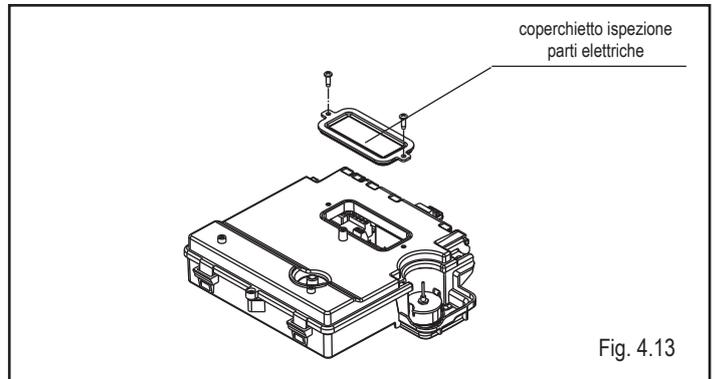

Fig. 4.13
- svitare le viti di fissaggio del coperchietto ispezioni parti elettriche (fig. 4.13) per accedere alla morsetteria
- rimuovere il coperchietto ispezione parti elettriche svitando le 2 viti per accedere ai jumper (fig. 4.13)